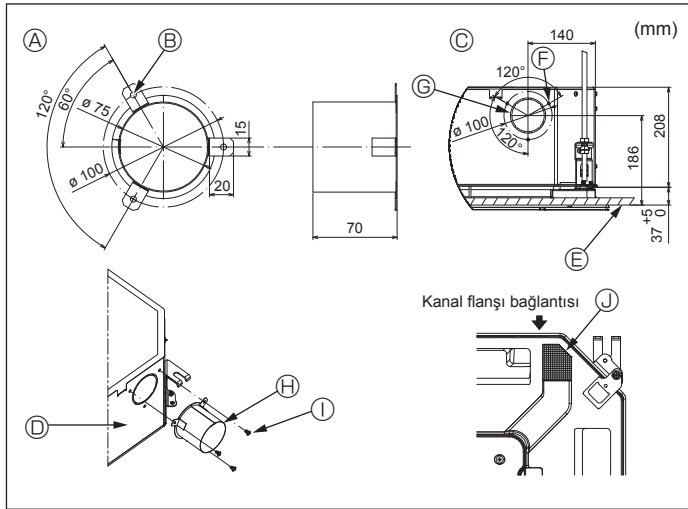

Fig. 2-3
2.3. Kanal montajı (temiz hava girişi durumunda) (Fig. 2-3)